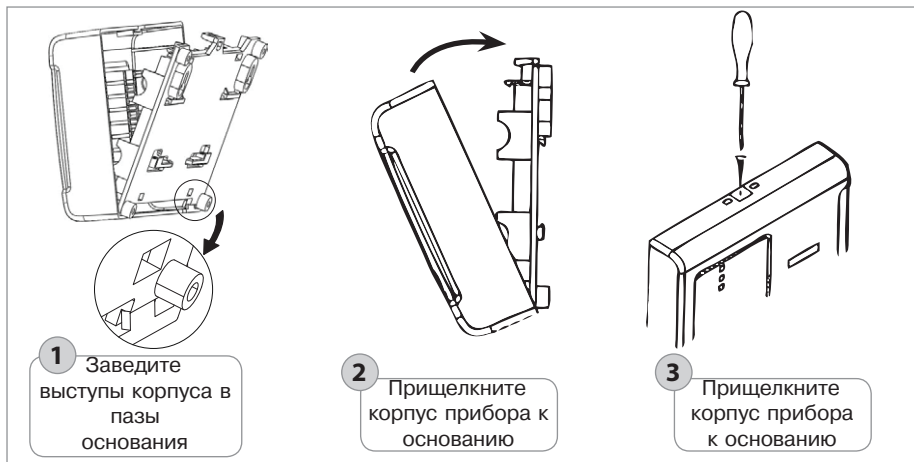

Рисунок 22. Порядок установки крышки прибора
- 1.1.5. Установите крышку прибора в порядке, указанном на рис. 22.
- 1.2.6. Установите крышку прибора в порядке, указанном на рис. 22.